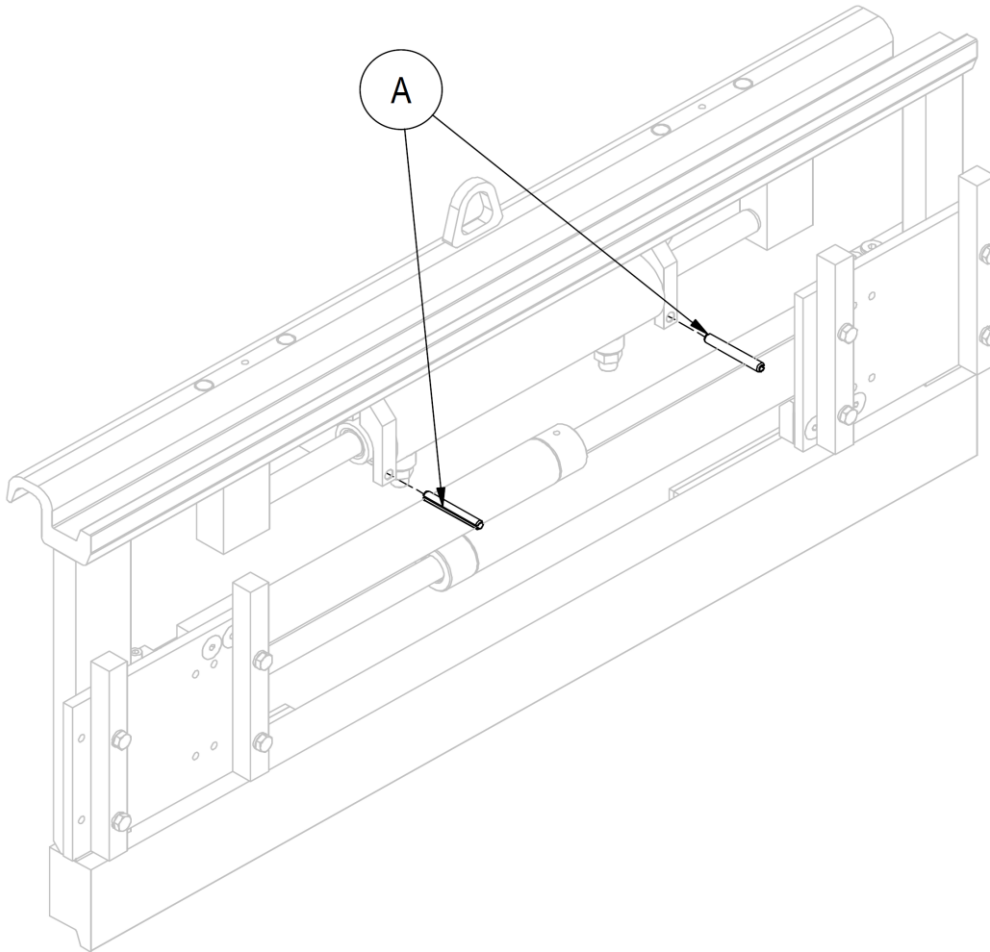

Figura 31
3. Retire los pasadores de resorte **A** y deslice el cilindro fuera de su asiento (mira *Figura 31*).